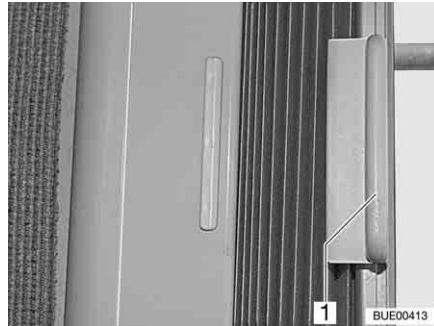

Bild 24 Plisségardin
**Öppna och stänga:** ■ Håll i plisségardinens handtag (Bild 24, 1) och skjut åt höger eller vänster.